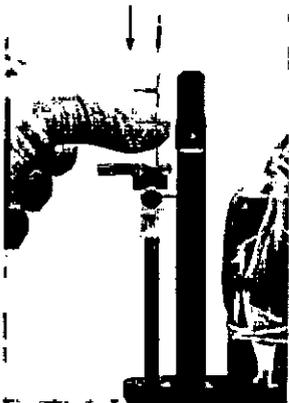

Figura 65
9. Inserte el (los) microelectrodo(s). (Ver Figura 65)